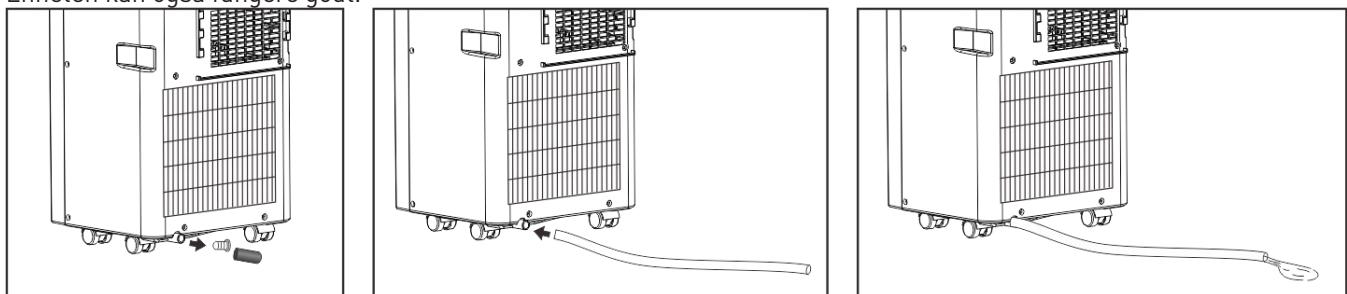

Fig.3
- Hvis vannsprutmotoren er skadet, kan kontinuerlig drenering brukes. Å koble dreneringsslange til det nederste avløpshullet (Fig. 3), kan også fungere godt.